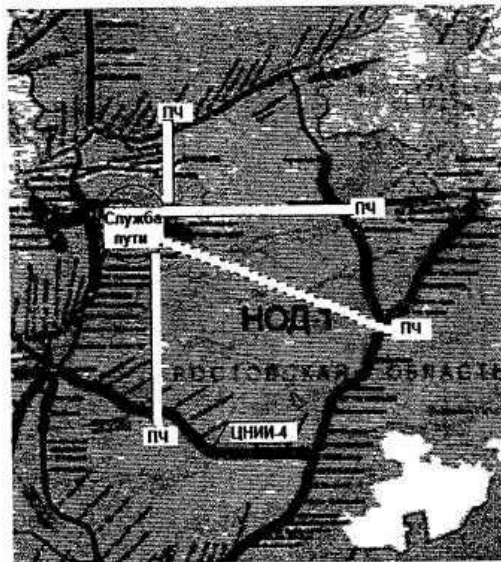

Рисунок 1- Схема взаимодействия дистанций пути и дороги
**Раздаточный материал:** схема взаимодействия дистанций пути и дороги (рисунок 1).